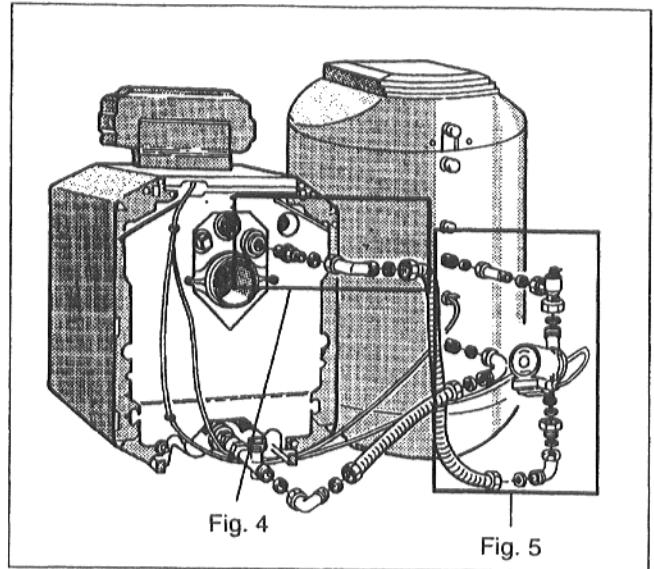
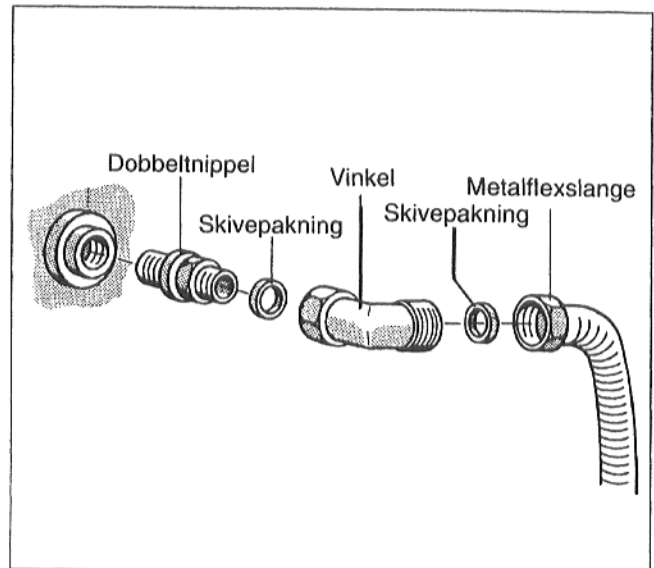
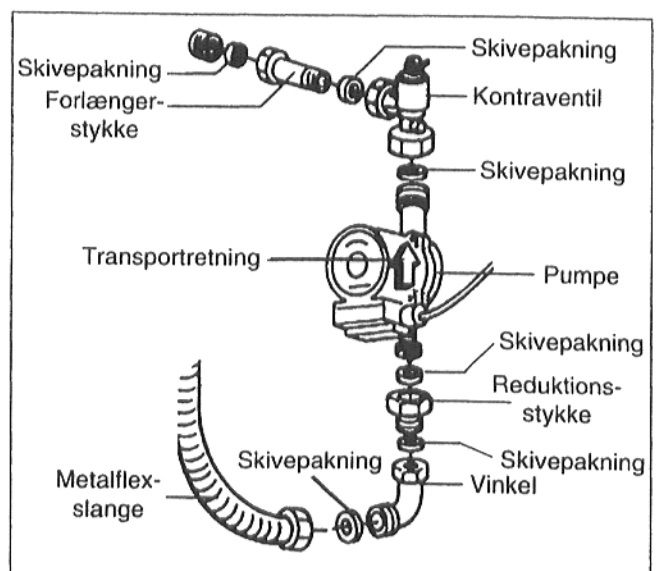

Fig. 3
Fig. 4
Fig. 5
- Dobbeltnippel skrues ind i beholderfremløbet på kedlen (Fig. 3, Fig. 4).
- Skivepakning lægges ind i omløber på en vinkel og vinkel skrues sammen med dobbeltnippelen (Fig. 3, Fig. 4).
- Skivepakning lægges ind i omløberen på metalflexslangen til fremløb (lang slange), metalflexslange forformes og skrues fast på vinklen (Fig. 3, Fig. 4).
- Skivepakning lægges ind i omløberen på forlængerstykket og forlængerstykke skrues fast på beholderfremløb (Fig. 3, Fig. 5).
- Skivepakning lægges ind i omløberen på kontraventilen og kontraventil skrues fast på forlængerstykke (Fig. 3, Fig. 5).
- Skivepakning for pumpen ($\text{Ø } 44 \times 28 \times 2$) lægges ind i den anden omløber på kontraventilen og brugsvandspumpe med opadrettet flowretning skrues fast på kontraventilen (Fig. 3, Fig. 5).
- Den anden skivepakning til pumpen ($\text{Ø } 44 \times 28 \times 2$) lægges ind i reduktionsstykket og reduktionsstykke skrues fast på brugsvandspumpens sugestuds (Fig. 3, Fig. 5).
- Skivepakning lægges ind i den anden omløber på metalflexslangen og metalflexslange skrues fast på reduktionsstykket (Fig. 3, Fig. 5).